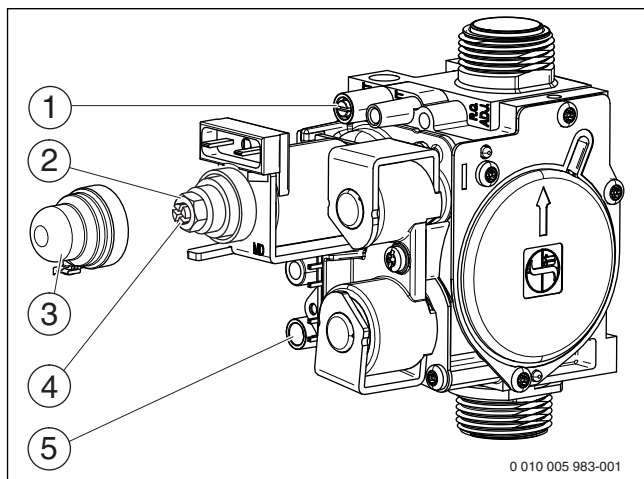

Рис. 31 Газовая арматура
- ▶ Отверните уплотнительный винт штуцера измерения давления на форсунках ( рис. 31, [1]) и подсоедините U-образный манометр.
- ▶ Снимите крышку ( рис. 31, [3]).
- ▶ Значение «max» давления (мбар) на форсунках приведено в таб. на стр. 35. Установите давление на форсунках регулировочным винтом максимального расхода газа ( рис. 31, [2]). Поворот направо - больше газа, поворот налево - меньше газа.
- ▶ Значение «min» давления (мбар) на форсунках приведено в таб. на стр. 35. Установите давление на форсунках регулировочным винтом минимального расхода газа ( рис. 31, [4]).
- ▶ Выключите котёл и закройте газовый кран, отсоедините U-образный манометр и заверните уплотнительный винт (рис. 31, [1]).
- ▶ Отверните уплотнительный винт на штуцере измерения подаваемого давления газа ( рис. 31, [5]) и подсоедините манометр.
- ▶ Установите и опломбируйте крышку ( рис. 31, [3]).
- ▶ Снимите заглушку с измерительного штуцера дымовых газов (→ рис. 31, [1]).